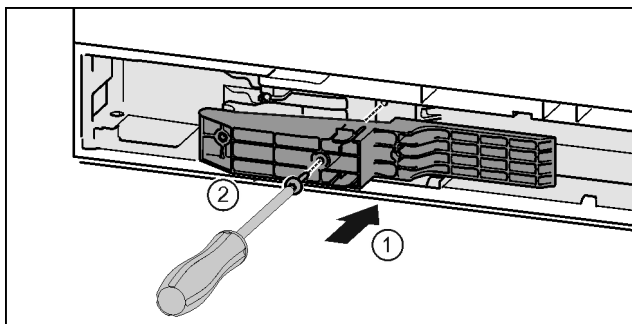

Fig. 45 \*
- ▶ Sätt adaptern på handtagssidan i urtaget. Fig. 45 (1)\*
- ▶ Dra åt skruvarna med skruvmejsel T15. Fig. 45 (2)\*